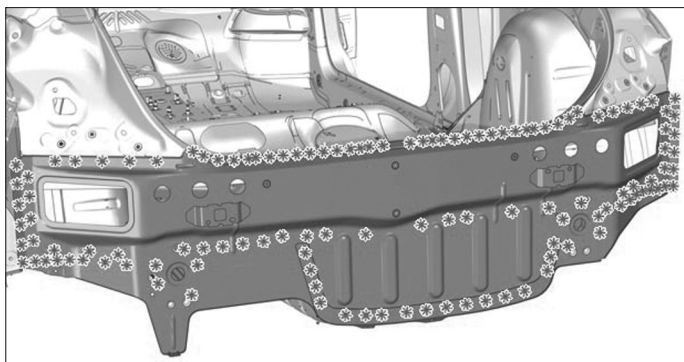

FIG. 184
- Fraiser les points de soudure (Fig.184).